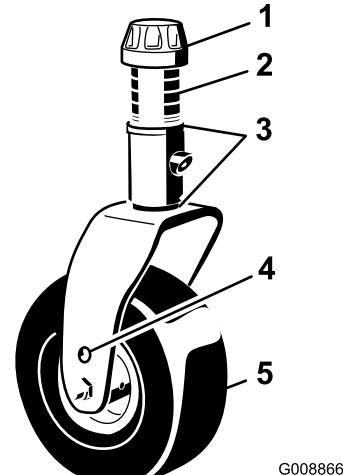

Figura 14
11. Regolate gli spessori da 3 mm sulla forcella (o sulle forcelle) della ruota orientabile, finché l'altezza di taglio non corrisponde al valore riportato sull'adesivo (**Figura 14**); fate riferimento a Regolazione del passo dell'apparato di taglio.